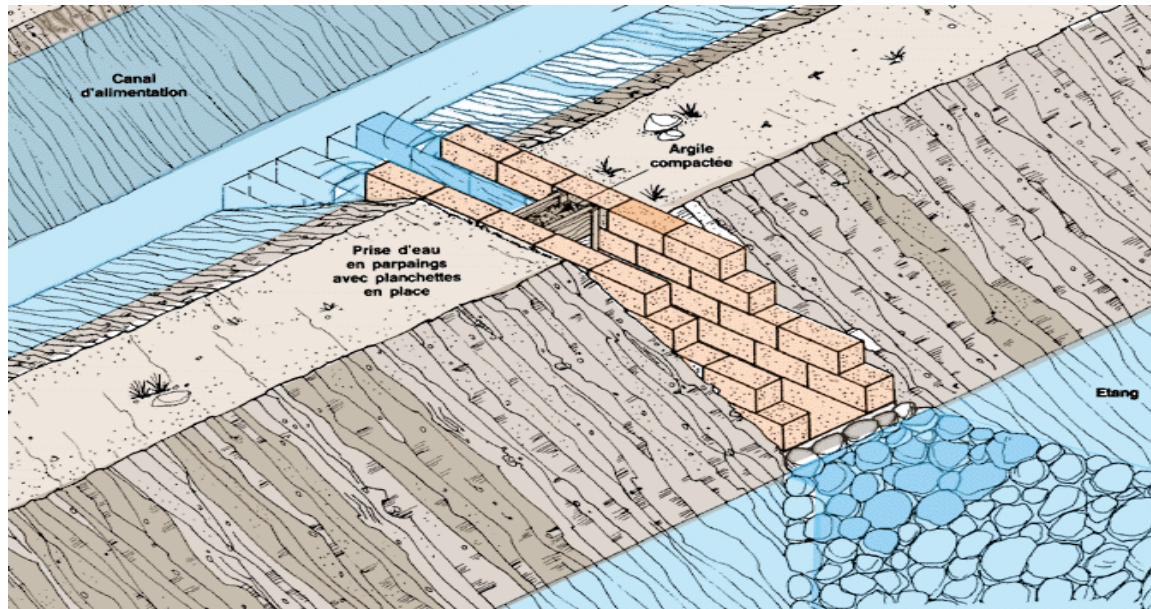

Figure 17 : Canal d'alimentation (FAO, 2006).
- ❖ L'alimentation de l'étang se fait généralement à partir d'un canal d'amené d'eau (canal d'alimentation qui relie la prise d'eau aux diverses installations d'élevage) par une simple buse muni ou non d'un système de régulation (vanne, coude orientable...) (fig. 17).